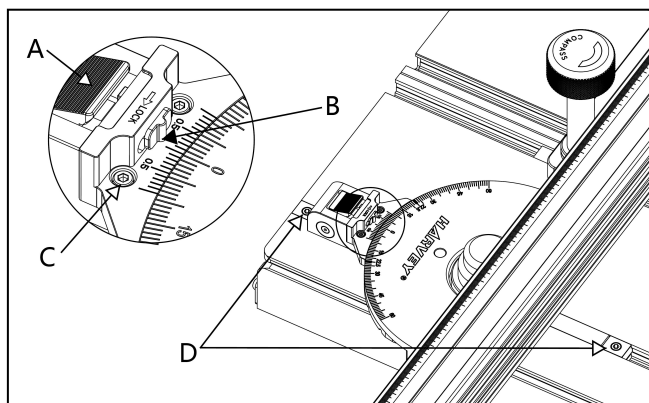

图 20
1. 使用 4mm 的六角扳手，逆时针旋转导向杆锁紧螺钉“D”，锁紧导向杆，如图 20 所示。
2. 将滑动按键“B”置于非“LOCK”状态，按下摆动定位块按钮“A”，将靠山调整到 90° 位置，检查游标中线是否与 0° 刻度线对齐，如图 20 所示。如刻度线存在偏差，可松开游标固定螺钉“C”，调整游标位置。
10.1 角度定位（图 20）